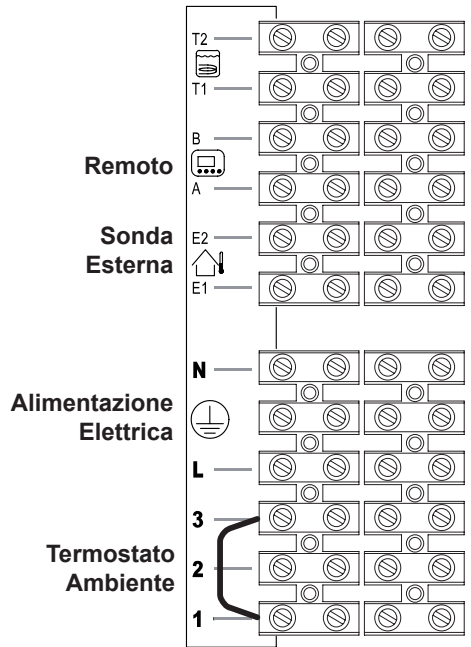
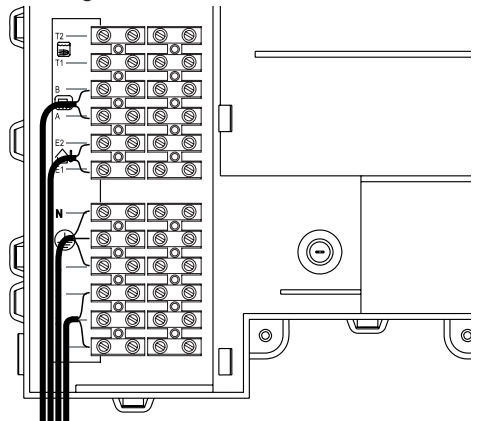

Figura 5.19
Figura 5.20
- Collegare il cavo di alimentazione elettrica proveniente dall'interruttore onnipolare alla morsetteria di alimentazione elettrica della caldaia Figura 5.19 rispettando la corrispondenza della linea (filo marrone) e del neutro (filo azzurro).
Il percorso del cavo o dei fili di alimentazione elettrica della caldaia e del termostato ambiente devono seguire il percorso indicato in Figura 5.20.
Per il collegamento di un termostato ambiente servirsi dei morsetti indicati in Figura 5.19.
Per il collegamento di valvole di zona servirsi dei morsetti termostato ambiente indicati in Figura 5.19 e Figura 5.20. I conduttori elettrici dei contatti del micro della valvola di zona vanno inseriti nei morsetti "1 e 3" della morsettiere termostato ambiente come in Figura 5.20.
Il percorso dei fili di collegamento della sonda esterna devono seguire il percorso indicato in Figura 5.20.